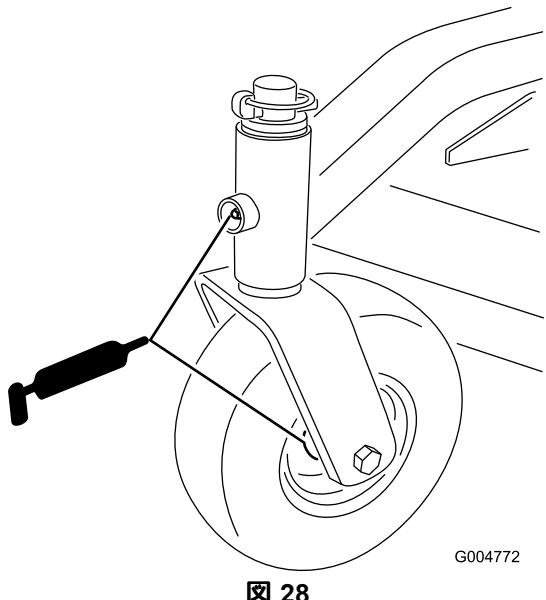

図 28
- ・ キャスタスピンドル 図 28
- ・ キャスタホイール (図 28)